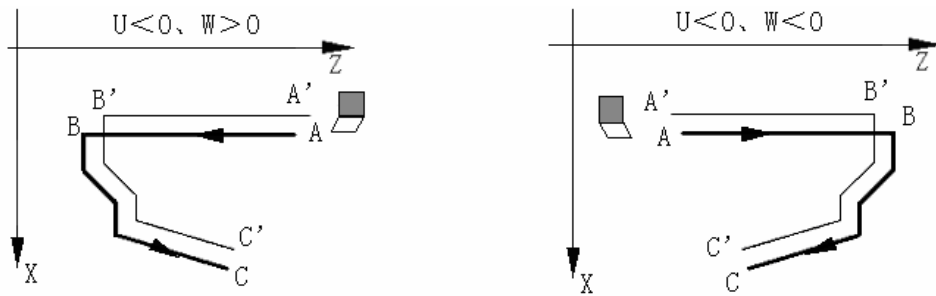

图 4-43
- 2) 留粗车余量时坐标偏移方向：指令①的 U、W 反应了精车时坐标偏移和切入方向，按 U、W 的符号有四种不同组合，见图 4-43，图中：B→C 为精车轨迹，B'→C'为粗车轮廓，A 为起刀点。